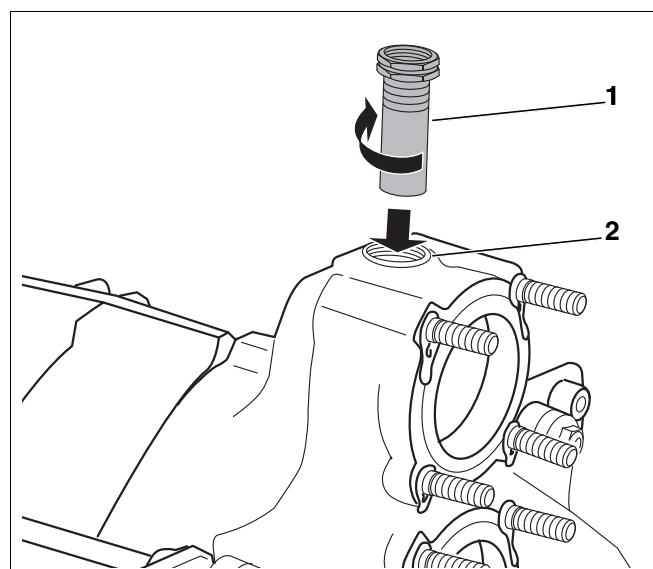

Fig. 20 Montage – doigt de gant
- Étanchéifier le doigt de gant ¾" (longueur : 110 mm) (fig. 20, [1]) par le haut dans l'alésage fileté ¾" du raccordement de départ (fig. 20, [2]).